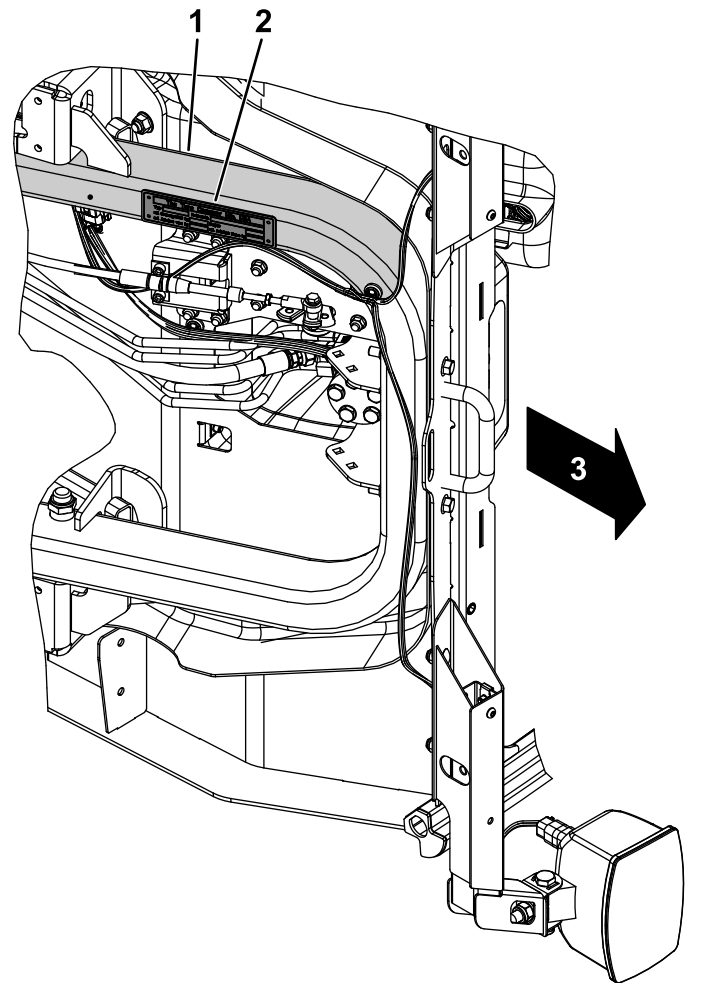

Figura 43
3. Limpe a parte inferior da estrutura e placa do número de série com um pano embebido em álcool (Figura 43).